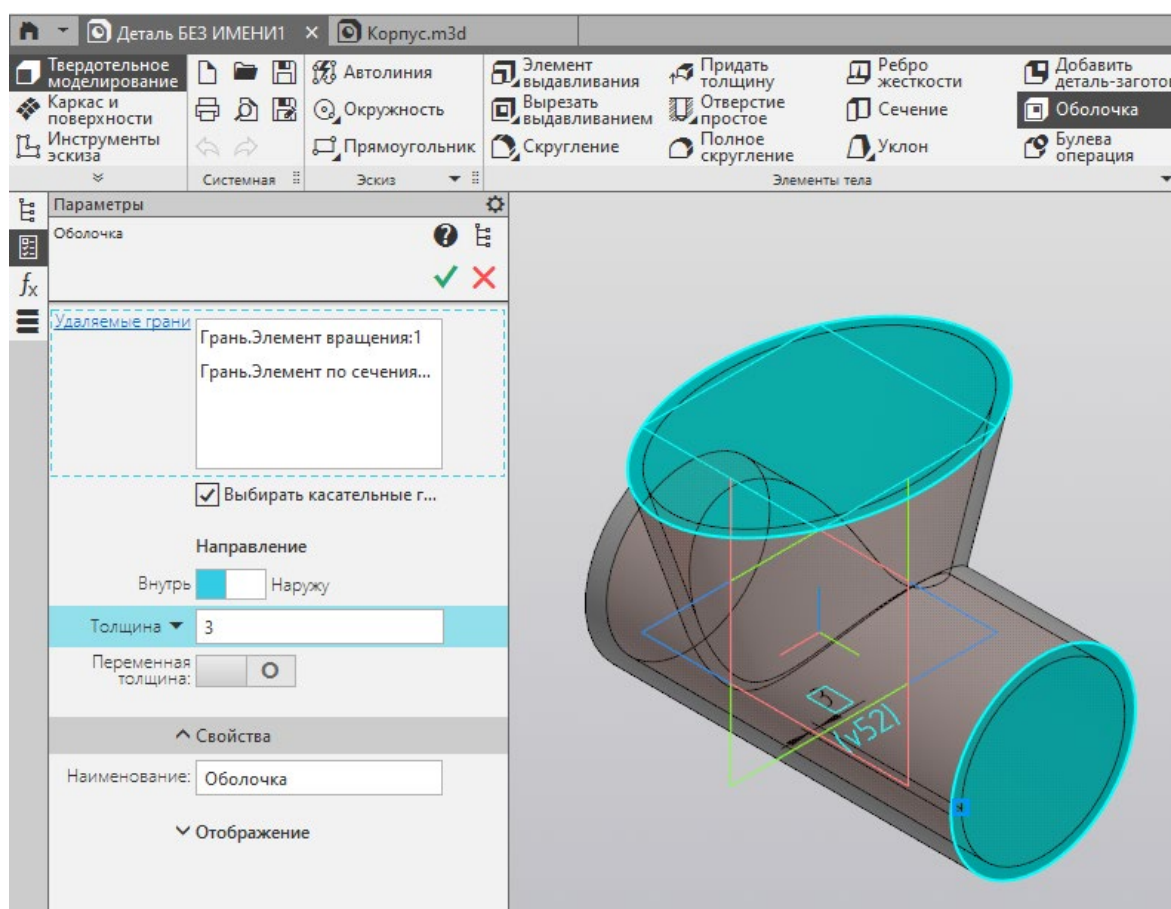

Рисунок 65 – Настройка параметров оболочки
10.7 Вызовите команду «Оболочка»  **Оболочка**. В параметрах оболочки задайте толщину 3 мм направлением внутрь и укажите мышкой внешние грани окружности и эллипса (рис. 65), указав тем самым места для создания оболочки корпуса. Подтвердите команду. Результат показан на рисунке 66.